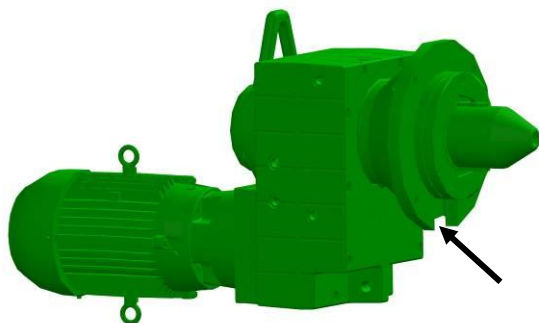

Рис. 13-3 Контрольное отверстие
- Визуальный осмотр машины и редуктора на герметичность (см. раздел 13.1.1, рис.13-3 Контрольное отверстие редуктора)